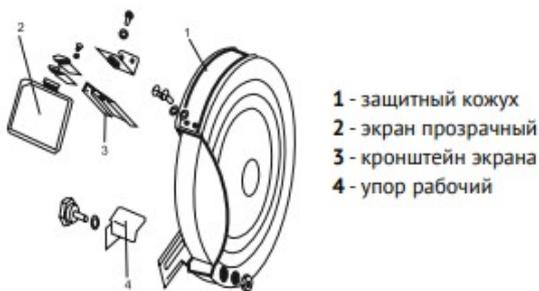

Рис.2.
Закрепите на кожухах, используя крепёж из комплекта поставки, рабочие упоры (6) (рис.1) и защитный прозрачный экран (2) (рис.1), как показано на рис.2.